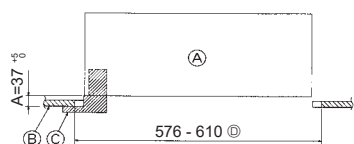

Fig. 6-2
②	Vis avec rondelle	4	M5 × 0,8 × 28 (mm)
③	Jauge	1
④	Fil de jonction pour le récepteur de signal	1	Fourni avec le récepteur de signal.
⑤	Fil de jonction pour i-see Sensor	1	Fourni quand équipé de l'i-see Sensor.
⑥	Fixation	2	Fourni avec le récepteur de signal.
⑦	Fixation	2	Fourni quand équipé de l'i-see Sensor.
⑧	Télécommande sans fil	1	Fournie s'il s'agit d'un modèle avec télécommande sans fil.
⑨	Support de la télécommande	1	Fournie s'il s'agit d'un modèle avec télécommande sans fil.
⑩	Piles LR6 AA	2	Fournie s'il s'agit d'un modèle avec télécommande sans fil.
⑪	Vis autotaraudeuses 3,5 × 16	2	Fournie s'il s'agit d'un modèle avec télécommande sans fil.
6.2. Préparatifs préalables à la fixation de la grille (Fig. 6-2)